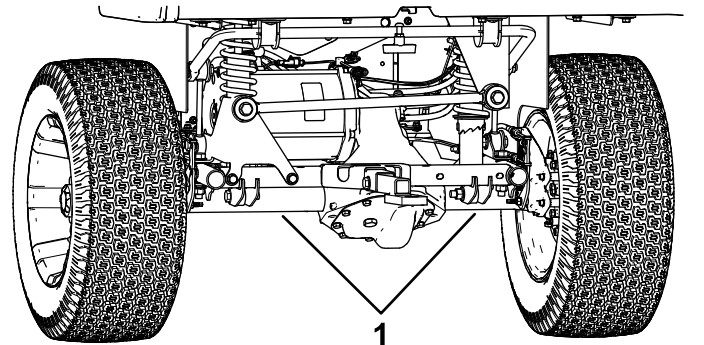

Bild 29
- Die hintere Hebestelle der Maschine befindet sich unter den Achsrohren (Bild 29).